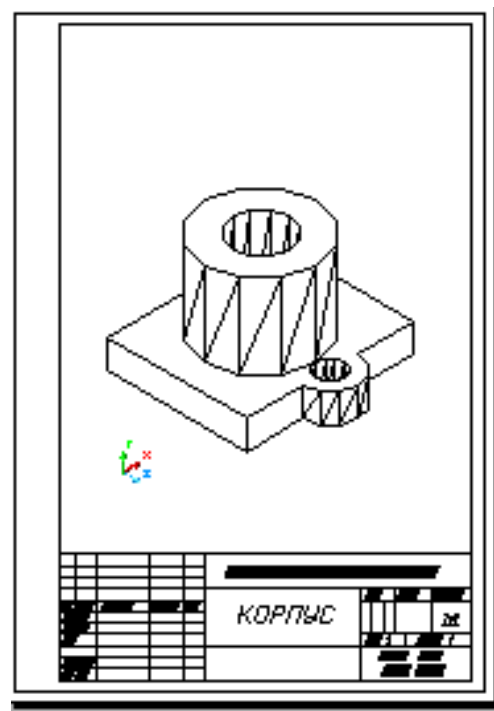

Рис. 168.
21. В пространстве листа заполнить основную надпись. Для выхода в пространство листа нужно щелкнуть два раза клавишей за пределами видового окна. Чертеж, полученный в результате работы, приведен на рис. 168.